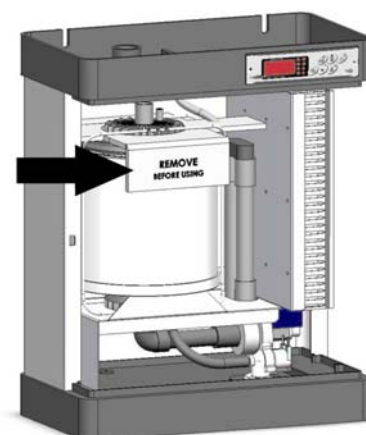

Fig. 8
5. Retirez le carton de protection situé au-dessus du cylindre (fig. 8).